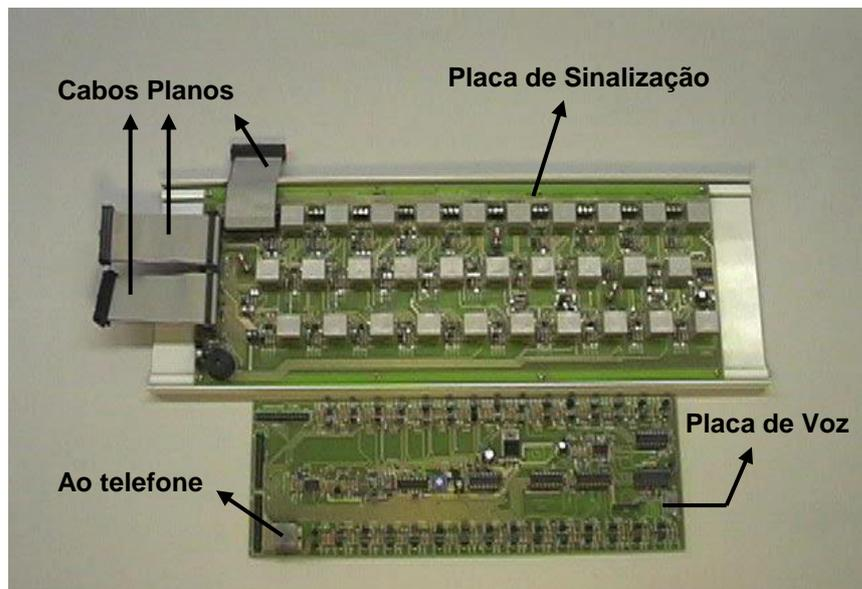

Figura 5 – Placas do Painel
- f. Se o Sistema de Chamada for configurado com Viva-Voz, remova as três porcas de fixação da placa de voz bem como os cabos planos que a conectam com a placa de sinalização. Em seguida, remova a placa de voz. Veja a **Figura 5** abaixo.